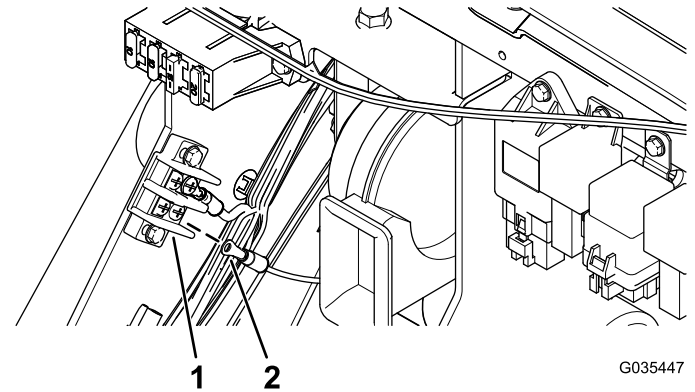
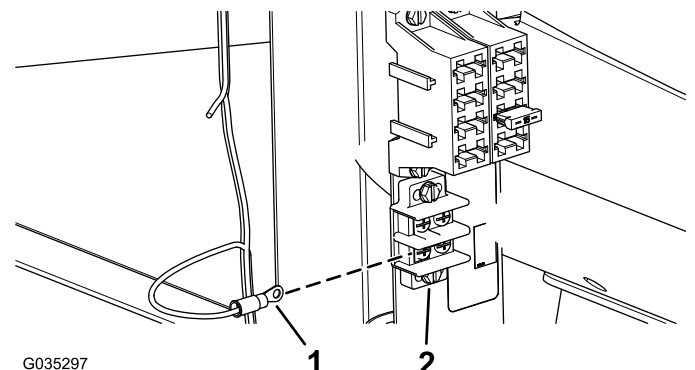

Bild 12
Bild 13
2. Schließen Sie den Kabelschuh des Kabelbaums am Erdungsterminalblock an (Bild 12 oder Bild 13).